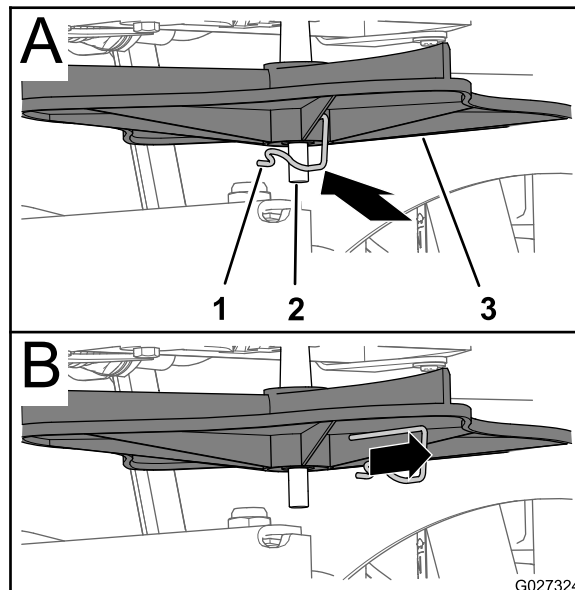
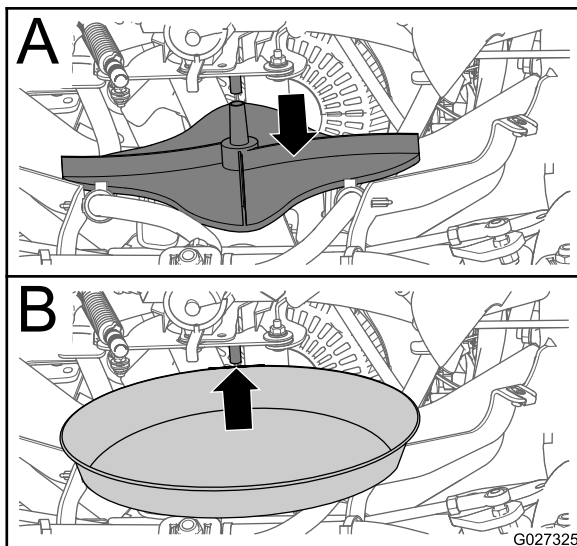

Figura 26
Figura 27
- Retire el pasador de arrastre que sujeta el impulsor al eje del motor del impulsor, y retire el impulsor del eje (Figura 26 y Figura 27).
5. Coloque un recipiente poco profundo debajo del eje del motor del impulsor (Figura 27).